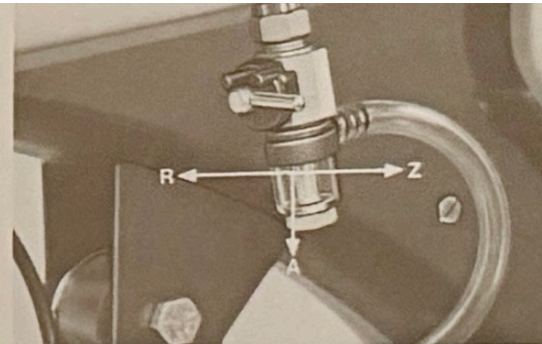

Bild 6
- 16 = Kraftstoffhahn (verdeckt, s. Bild 6)
#### Kraftstoffhahn (Bild 6)
Kraftstoffhahn (Bild 6) schließen (Stellung Z). Zündung durch Zünd-/Lichtschalter (1/3) unterbrechen. (Siehe Zündschloß.)